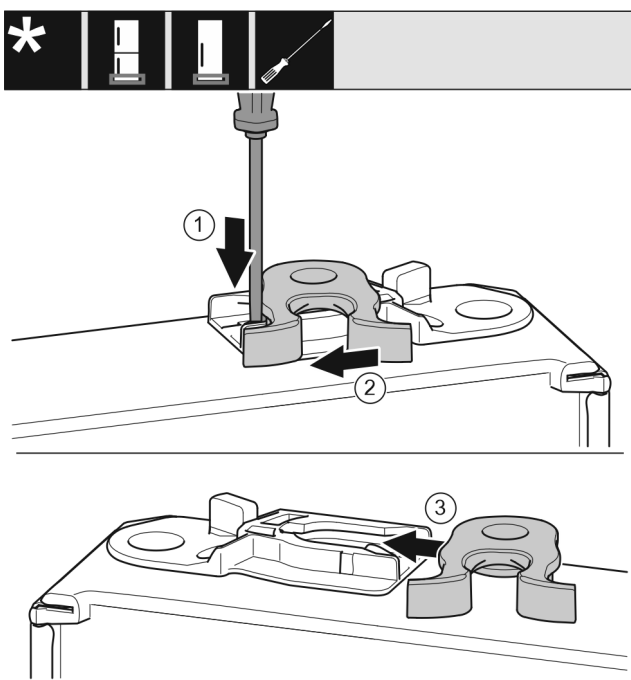

Fig. 16
- Spustelėkite antdėklą išdrožiniu atsuktuvu žemyn. Fig. 16 (1)
- Ištraukite uždarymo kablį iš kreipiklio. Fig. 16 (2)
- Uždarymo kablį kitoje pusėje įstumkite į kreipiklį. Fig. 16 (3)